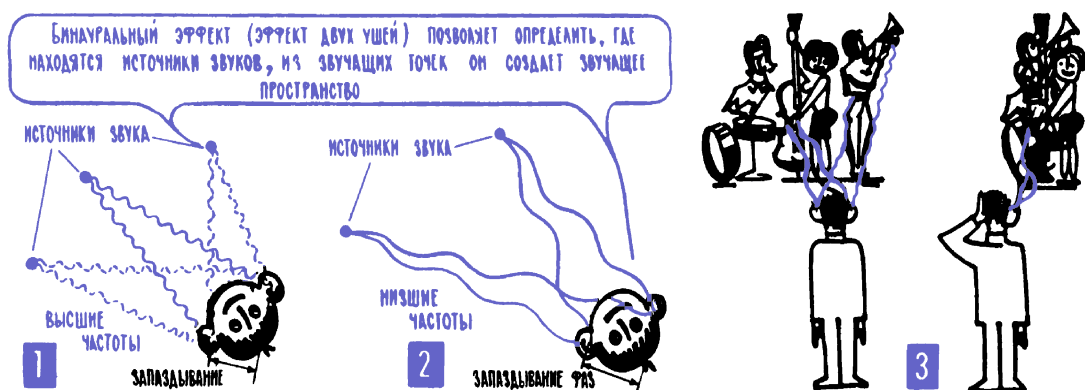

Рис. 7.5. Бинауральный эффект
16. Бинауральный эффект позволяет определить распределение источников звука в пространстве. Для чего человеку два уха? Для резерва? Возможно... Однако же в сложной системе нашего слуха оба уха работают одновременно, и именно поэтому мы можем определить местонахождение источника звука. Правильнее было бы сказать «вычислить», хотя, конечно, сознательно никаких вычислений мы не производим, все, что нужно, автоматически подсчитывает мозг и выдает нам готовый результат. Например, в виде ощущения, что гитарист в оркестре сидит слева, а пианист – справа. Или что автомобиль приближается к нам сзади (рис. 7.5).